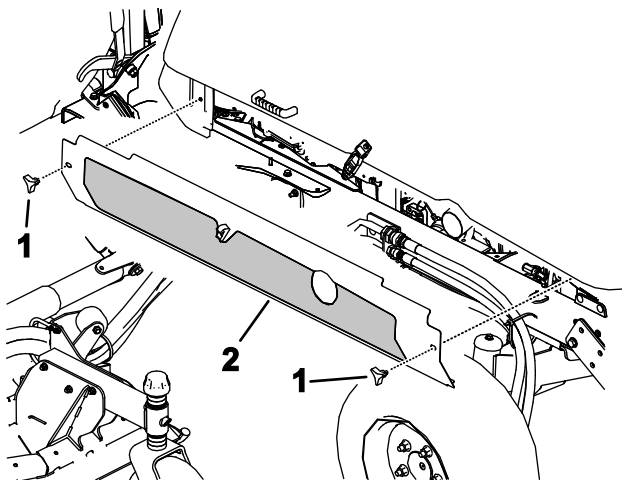

図 111
4. ノブをゆるめて両側のシュラウドを外す 図 111。
5. サイドシュラウドを取り付ける 図 111。